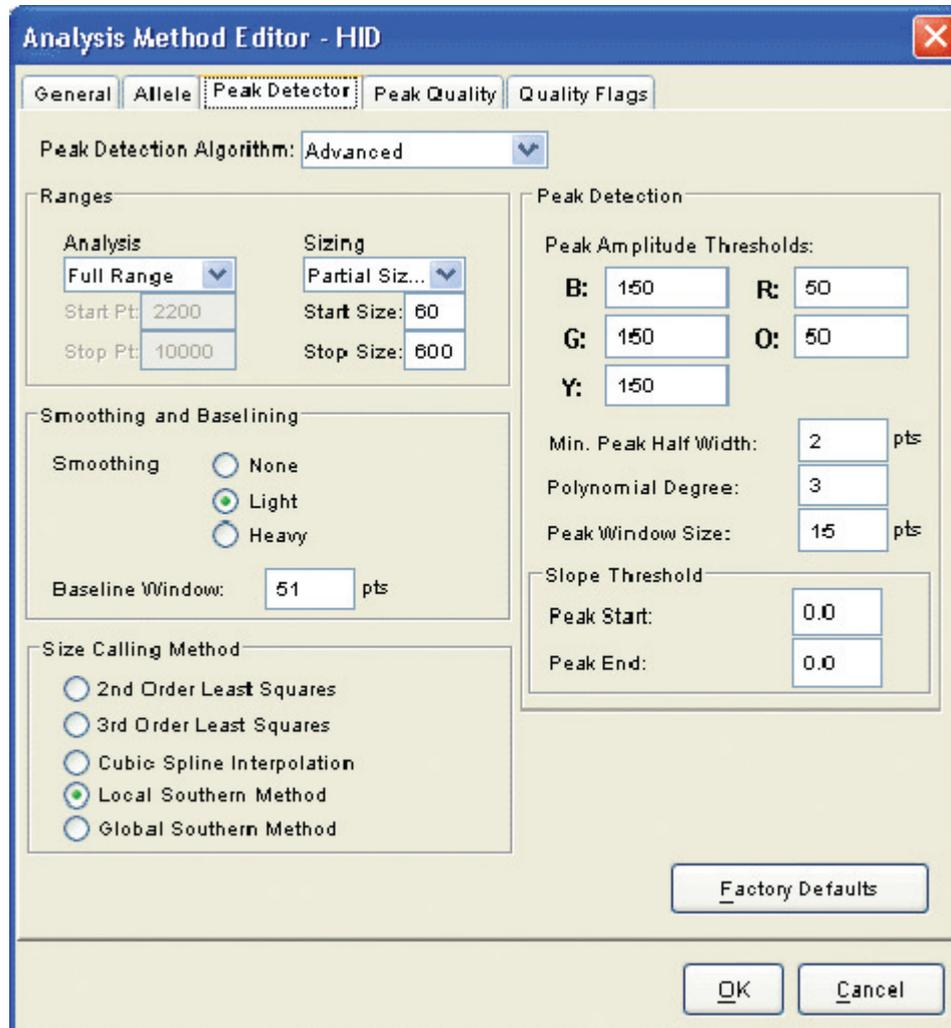

图5. GeneMapper® ID and GeneMapper®分析法Peak Detector选项卡
10、选择Peak Detector选项卡，我们推荐图5显示的设置。
- 4、选择“Basic or Advanced”（图 5）。所选的分析法类型须与此前创建的分析法相匹配。选择“OK”。